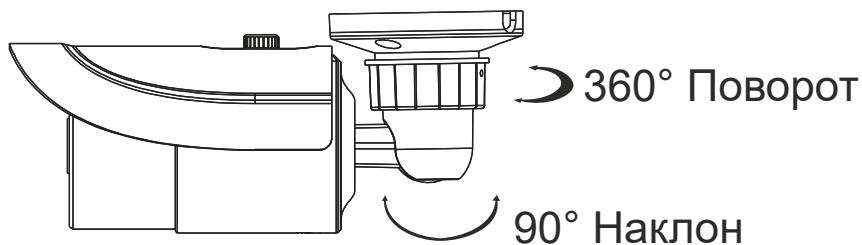

Рис. 5.3. Регулировка направления обзора
4. Отрегулируйте кронштейн. Прежде чем приступить к регулировке кронштейна, выведите изображение от видеокамеры на монитор. После этого ослабьте фиксирующее кольцо, чтобы оптимальным образом подстроить поле зрения видеокамеры, как показано на Рис. 5.3.